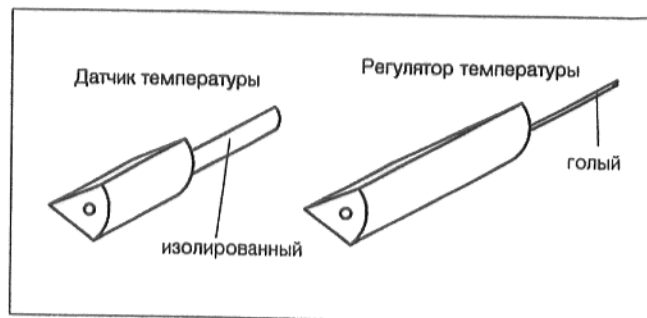

Рис. 41
#### Обозначения на рис. 41:
- ТН = термометр (датчик температуры, рис. 41)
TR = регулятор температуры (рис. 41)
ТН = термометр (датчик температуры, рис. 41а)
Рис. 41а